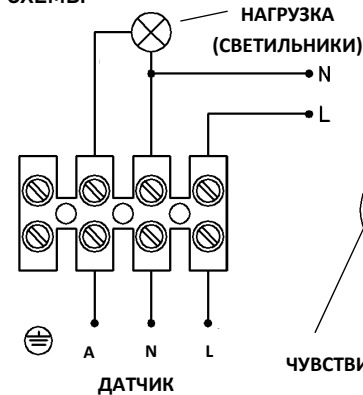

Рис.3
- Несоответствие параметрам питающей сети, а также типу, мощности и схеме подключаемой нагрузки (см. таблицу «Технические характеристики» и электрическую схему подключения рис. 3), может привести к выходу датчика из строя и лишению гарантии.
- Подключите нагрузку (светильники) и питание к датчику согласно электрической схеме рис.3